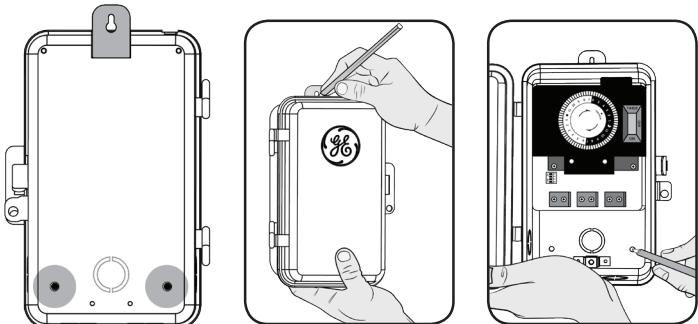

FIG 3
- Sostenga fijamente la caja y use los tres orificios (resaltados al lado izquierdo) para marcar la posición sobre la superficie de la instalación [FIG 3].
- sobre la superficie de la instalación [FIG 3].